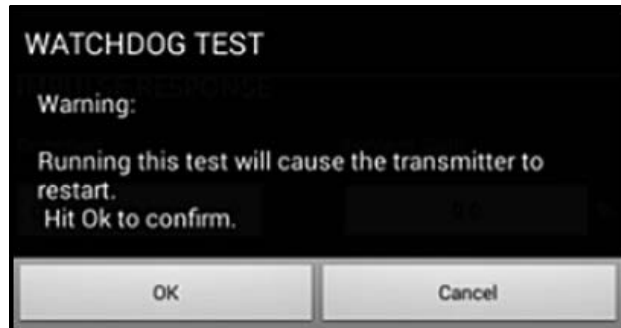

Figura 115: Advertencia de la prueba de vigilancia
2. Un PT900 que funcione correctamente se reiniciará si se ejecuta la Prueba de vigilancia, y se mostrará un mensaje de advertencia similar a Figura 115 más abajo.